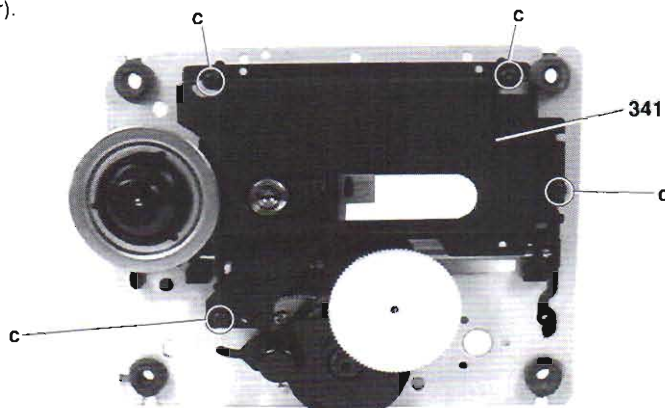

Fig. 9
**13. Lasereinheit ausbauen** (Fig. 9, 10, 11 und 12)
- 4 Schrauben **c** herausdrehen und Abdeckblech **341** abnehmen (Fig. 9).
**13. Removing the Laser Pick-Up** (Figs. 9, 10, 11 and 12)
- Undo the 4 screws **c** and remove the cover plate **341** (Fig. 9).